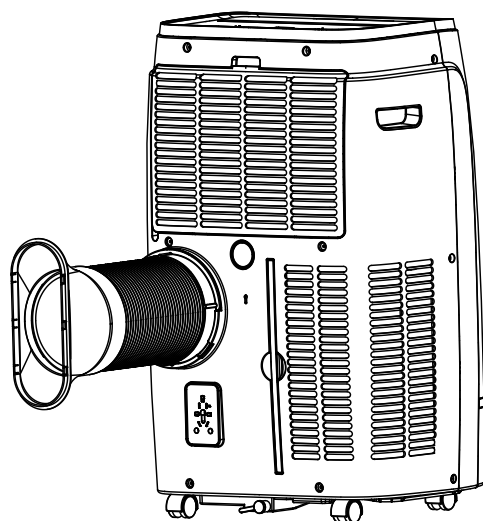

Fig. 1
1. Estendere il tubo flessibile quanto basta per raggiungere l'esterno (max 1,5 m) e agganciarlo alla parte posteriore del climatizzatore (Fig. 1)
1. Per realizzare il foro nel vetro si consiglia di portare dal vetraio anche l'accessorio kit oblò (Fig. 1)
(Fig. 1)